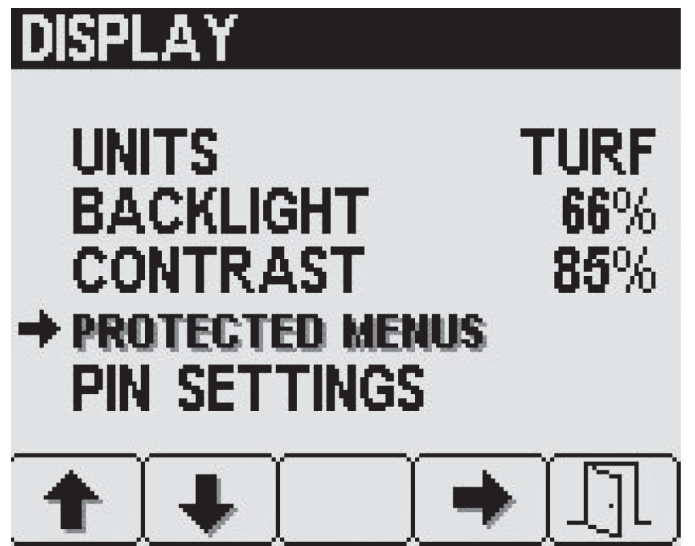

Figura 27
2. Pulse el botón 2 para navegar por el elemento del menú protegido deseado (Figura 27).
1. Pulse el botón 2 en Ajustes de pantalla para navegar por la opción de Menús protegidos, luego pulse el botón 4 para seleccionar Menús protegidos (Figura 27).